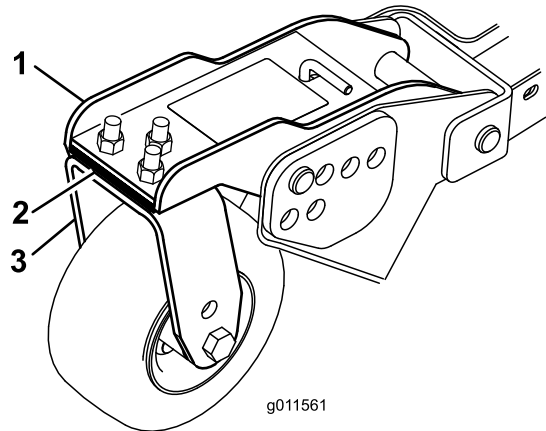

Figura 110
1. Retire los tornillos de caperuza y las tuercas que fijan el brazo de las ruedas giratorias a la horquilla de la rueda (Figura 110).